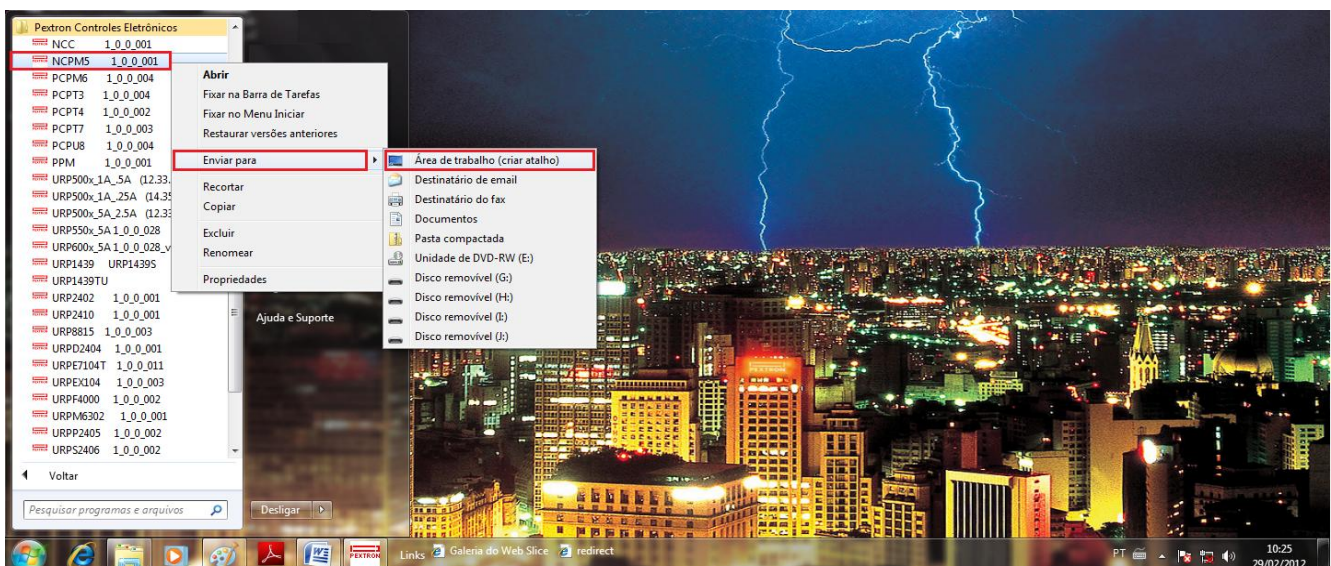

Figura 4: Atalho
e) Criar atalho na área de trabalho para o programa aplicativo. Acessar através do caminho no Windows: < Iniciar > < Todos os programas > < Pextron Controles Eletrônicos > < NCPM5 1_0_0_001 > < Enviar para > < Área de trabalho (criar atalho) >. Ver figura 4.